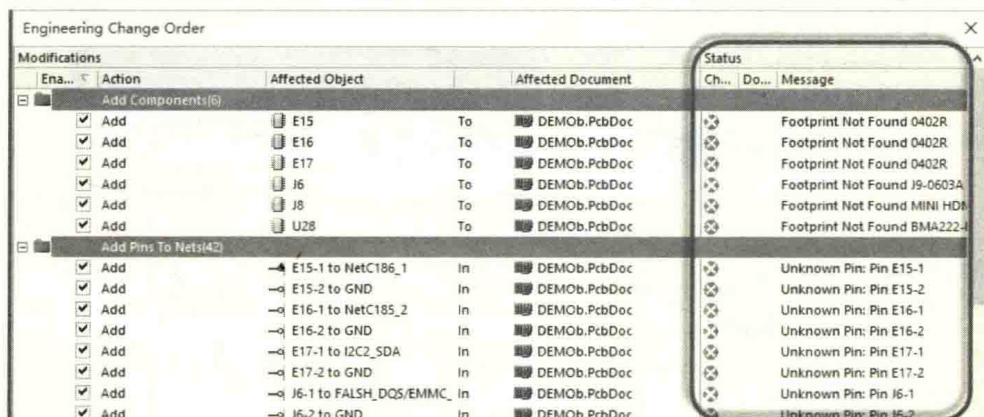

图 15-41 库无法匹配
37. 问：如图 15-41 所示，为什么在封装库里添加封装，但更新原理图的时候显示找不到？